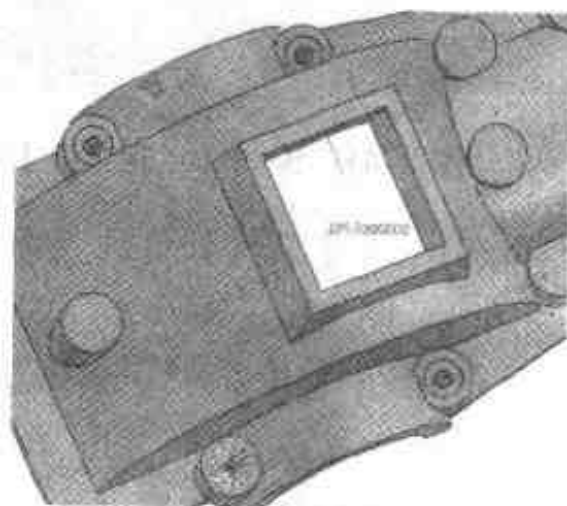

图 2.38 生成沉孔的矩形阵列
- (3) 同凸台造型步骤(3)一样打开【三维球】，单击一维手柄使第一方向轴线出现，然后右击此方向手柄选择【生成矩形风格】，在【第一方向矩】文本框中输入“285”，在【第二方向矩】文本框中输入“190”，单击【确定】按钮，结果如图 2.38 所示。